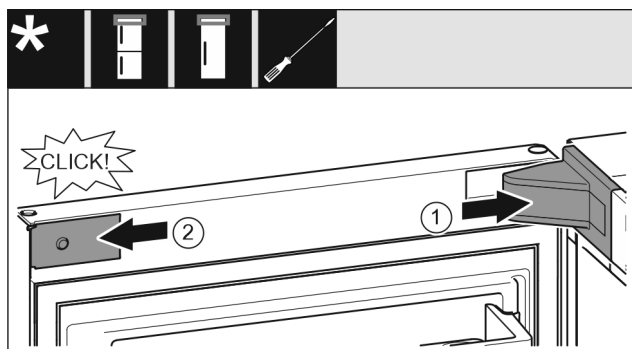

Fig. 22
- ▶ Поставете и фиксирайте капача на лагерната стойка Fig. 22 (1), при нужда внимателно го натиснете настрани.
- ▶ Поставете странично капачката Fig. 22 (2) и я фиксирайте.